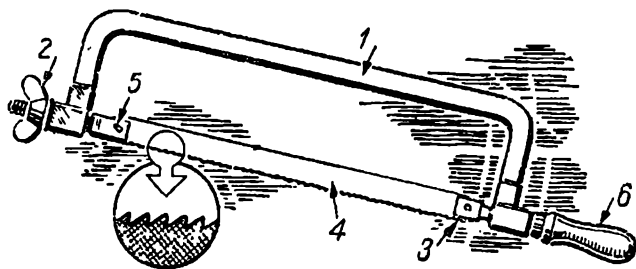

Рис. 25. Ножовка.
Ножовка (рис. 25) применяется для разрезания толстых листов, полосового, круглого и профильного металла, а также для прорезания пазов, шлицев в головках винтов, обрезки заготовок по контуру и т. п. Состоит из ножовочного станка (1), натяжного винта с барашковой гайкой (2), рукоятки (6) и ножовочного полотна (4), которое вставляется в прорези головок (3) и крепится штифтами (5).